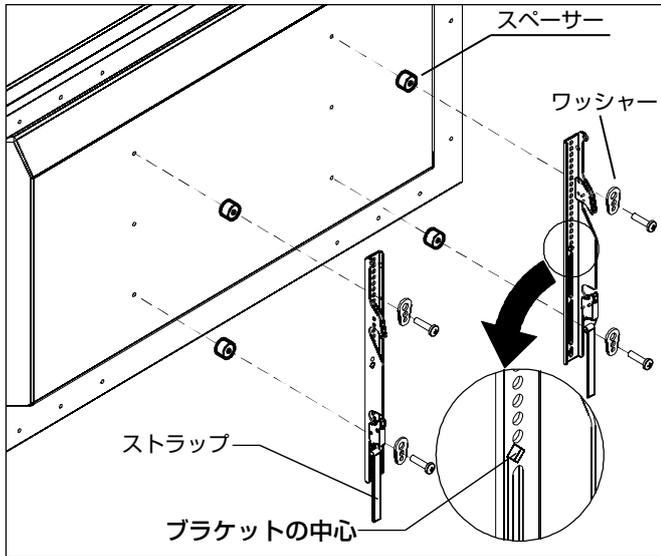

図4
- ・ディスプレイにブラケットを取り付けるには、図4を参考にストラップが下側になるように固定してください。